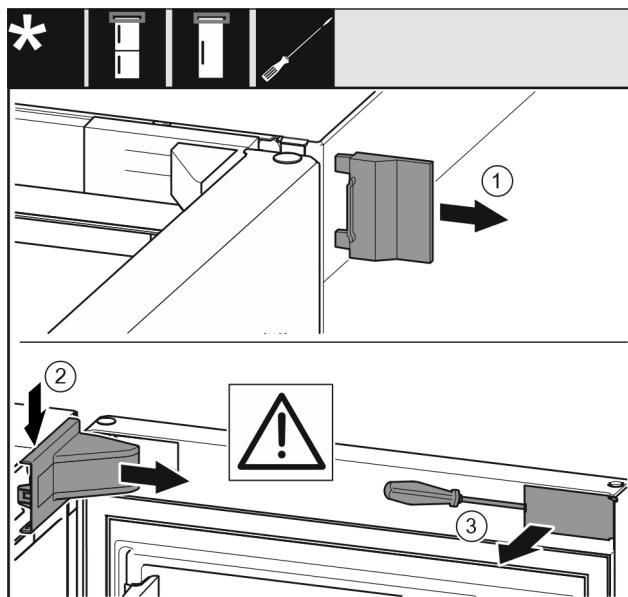

Fig. 12 \*
- Äußere Abdeckung Fig. 12 (1) abnehmen.\*
- Lagerbockabdeckung Fig. 12 (2) ausrasten und abnehmen.\*
- Blende Fig. 12 (3) mit Schlitzschraubendreher ausrasten und zur Seite schwenken.\*